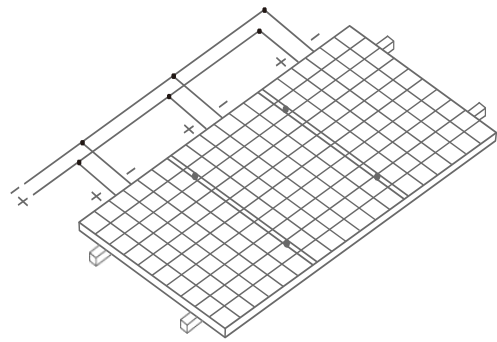

图18 并联方式
- 并联时，整串组件的输出电流等于每个支路组件或组件串的和（并联方式如图 18 所示），每串组件都要安装保险丝，组件最大并联数参考公式：最大保护电流 / (1.25 \* 短路电流)，具体请参考该国家或地区或当地的规范。